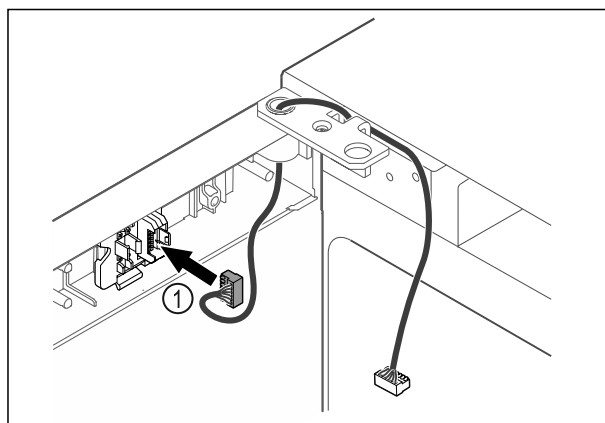

Fig. 43
- Sätt i kontakten Fig. 43 (1) i kontakthållaren.